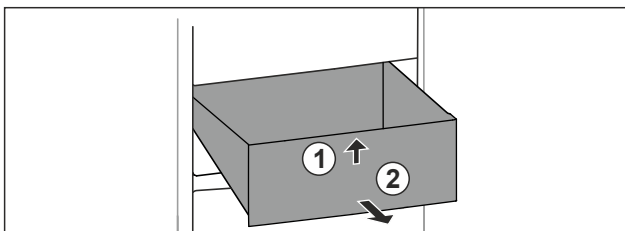

Fig. 86
- ▶ Soulever la partie avant du tiroir. *Fig. 86 (1)*.
- ▶ Retirer le tiroir par l'avant. *Fig. 86 (2)*